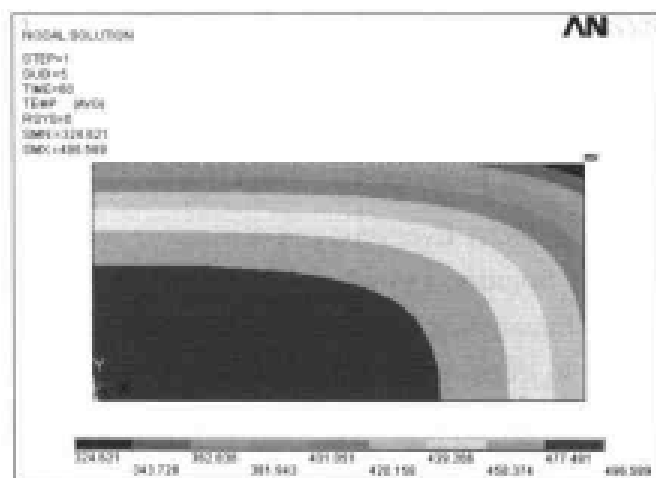

图 10-37 1 分钟后型材横截面上温度场分布等值线图
(1) 选择 Main Menu | General Postproc | Read Results | Last Set 命令。
(2) 选择 Main Menu | General Postproc | Plot Results | Contour Plot | Nodal Solu 命令，出现 Contour Nodal Solution Data 对话框。选择 Nodal Solu | DOF Solution | Nodal Temperature，单击 OK 按钮，ANSYS 显示窗口显示温度场等值线图，如图 10-37 所示。